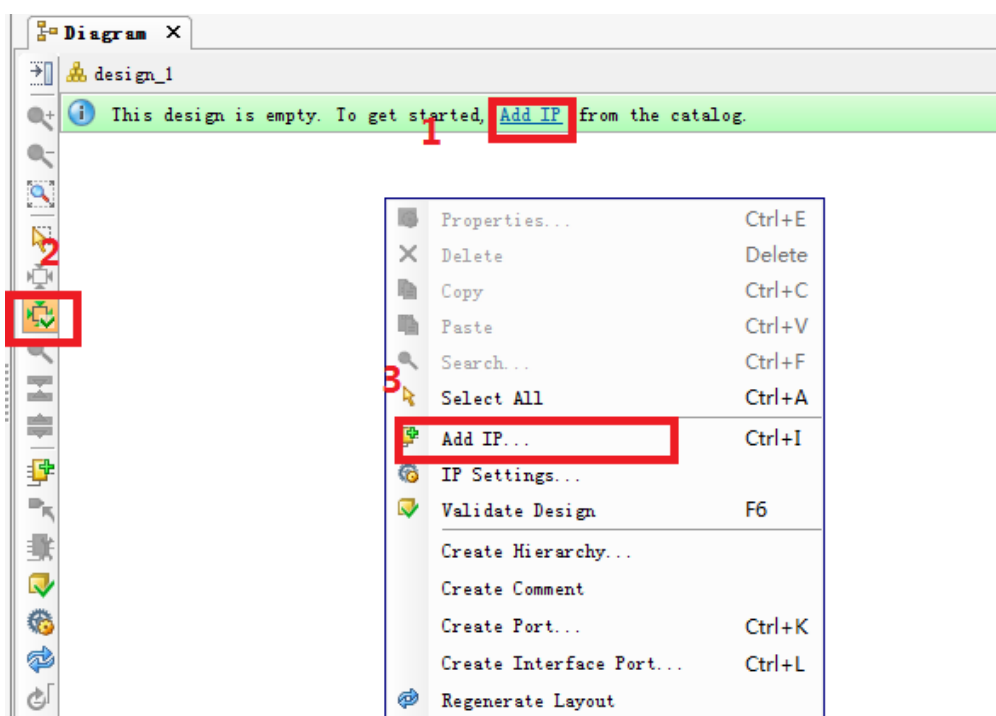

图 2-11 原理图添加 IP
3) 在原理图设计界面中，如图 2-11，添加 IP 的方式有 3 种：